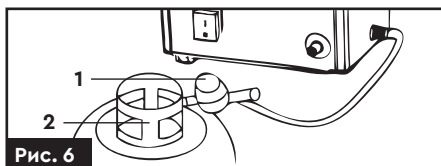

Рис. 6
Під'єднайте регулятор тиску газу (1) до штуцера газового балона (2) і надійно затягніть ключем гайку регулятора тиску газу (рис. 6).